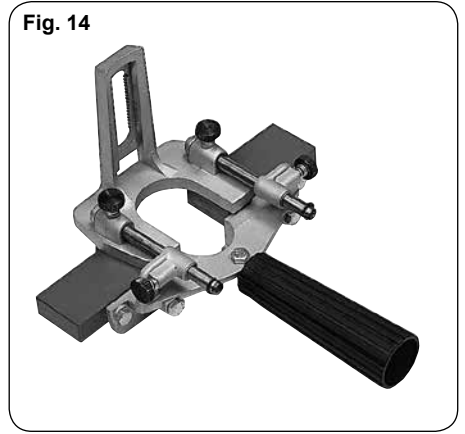

Fig. 14
17.50.000 Cabezal ZB93 para la colocación de pernios sin plantilla (Fig. 14)